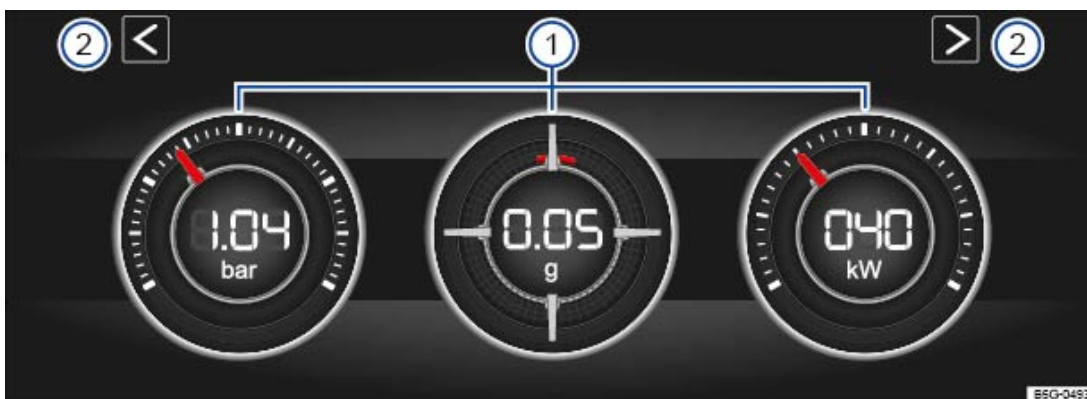

Fig. 23 Sur l'écran du système d'infodivertissement : moniteur de performances
Légende de la ⇒ Fig. 23
Si vous voulez commuter entre le moniteur de performances et le compteur de tours ⇒ Compteur de tours, appuyez sur l'une des touches fléchées à gauche et à droite au-dessus des cadrans ⇒ Fig. 23 ②.
L'afficheur peut afficher simultanément un maximum de trois cadrans. Chaque cadran peut être choisi pour chaque zone d'affichage ⇒ Fig. 23 ① (gauche, milieu, droite).
- **Indicateur de la pression de suralimentation** : l'indicateur de la pression de suralimentation ⇒ Fig. 23 ① (gauche) affiche la pression dans le circuit d'air de suralimentation entre le turbocompresseur et le moteur (exprimée en bars). Plus l'aiguille se situe à droite sur l'échelle graduée, plus la puissance développée par le moteur est grande.
- **Accéléromètre (G-Meter)** : l'accéléromètre (G-Meter) ⇒ Fig. 23 ① (milieu) affiche la valeur d'accélération (exprimée en g). Le repère rouge dans la zone en forme de trame indique la puissance de l'accélération et le sens de la force qui agit (dans le sens opposé en vertu des lois physiques). Si, par exemple, vous tournez à gauche, le repère rouge se déplace dans la zone droite du cadran (et vice-versa). Si vous accélérez, le repère rouge se déplace vers le bas. Si vous freinez, le repère rouge se déplace vers le haut. La puissance de l'accélération est représentée de l'intérieur vers l'extérieur par la position du repère rouge. Si l'accélération augmente, le repère rouge s'éloigne de la partie centrale.
- **Affichage des performances** : l'affichage des performances ⇒ Fig. 23 ① (droite) indique la puissance actuellement demandée au moteur sous la forme d'une valeur numérique et sur l'échelle environnante (en kW).
- Appuyez sur l'une des touches fléchées dans le moniteur de performances → Fig. 23 ② pour passer au compteur de tours.
Les touches fléchées → Fig. 23 ② et → Fig. 24 vous permettent de commuter à tout moment entre le compteur de tours et le moniteur de performances.